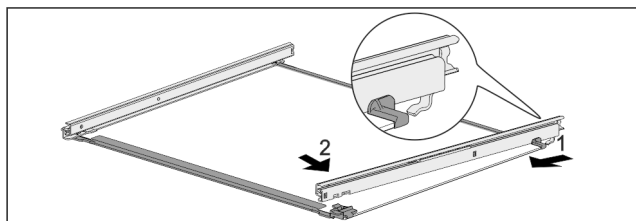

Fig. 126 Skleněná deska s kolejničkami
- ▶ Zahákněte kolejničku vzadu. Fig. 126 (1)
- ▶ Zaklapněte kolejničku vpředu. Fig. 126 (2)